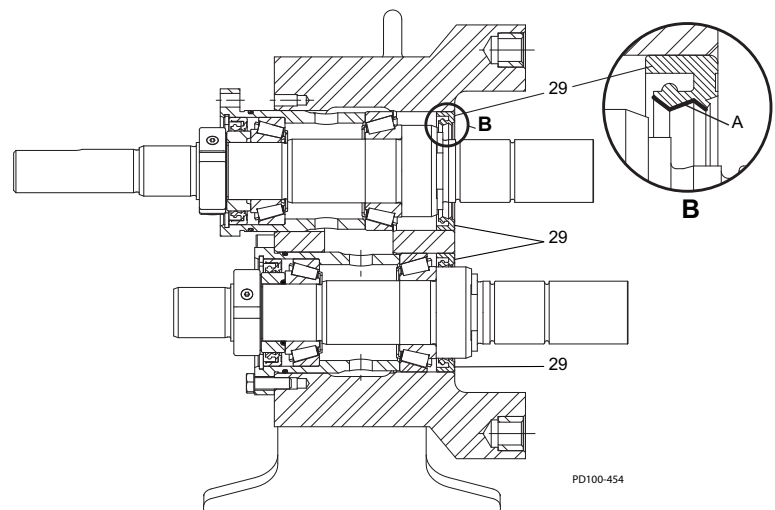
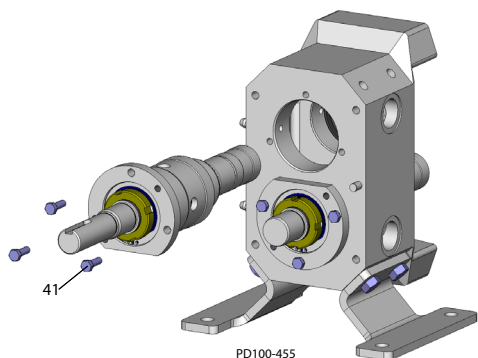

Figura 48 - Aplicar graxa de mancal
Figura 49 - Fixar com tampa de rosca
1. Veja Figura 48. Aplique uma camada de graxa de mancal ao diâmetro interno (item A) das vedações do bico frontal (item 29).
2. Instale os conjuntos do eixo dentro da caixa de engrenagem e os fie com tampas de rosca (Figura 49, item 41). Aplique uma leve película de graxa de mancal aos furos e aos copos do mancal para facilitar a instalação. Tome cuidado para evitar danos às vedações do bico (Figura 48, item 29) durante a montagem.